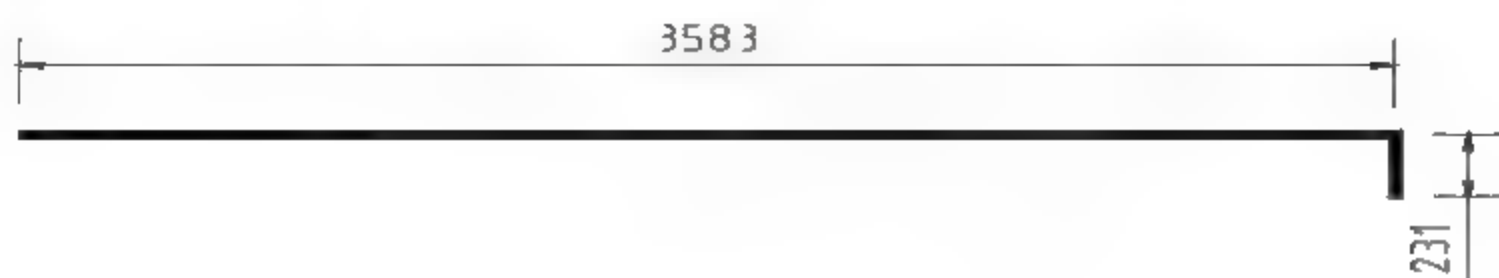

图9-90 绘制母线
**02** 调用PL【多段线】命令，设置【线宽】为30，绘制母线，尺寸如图9-90所示。